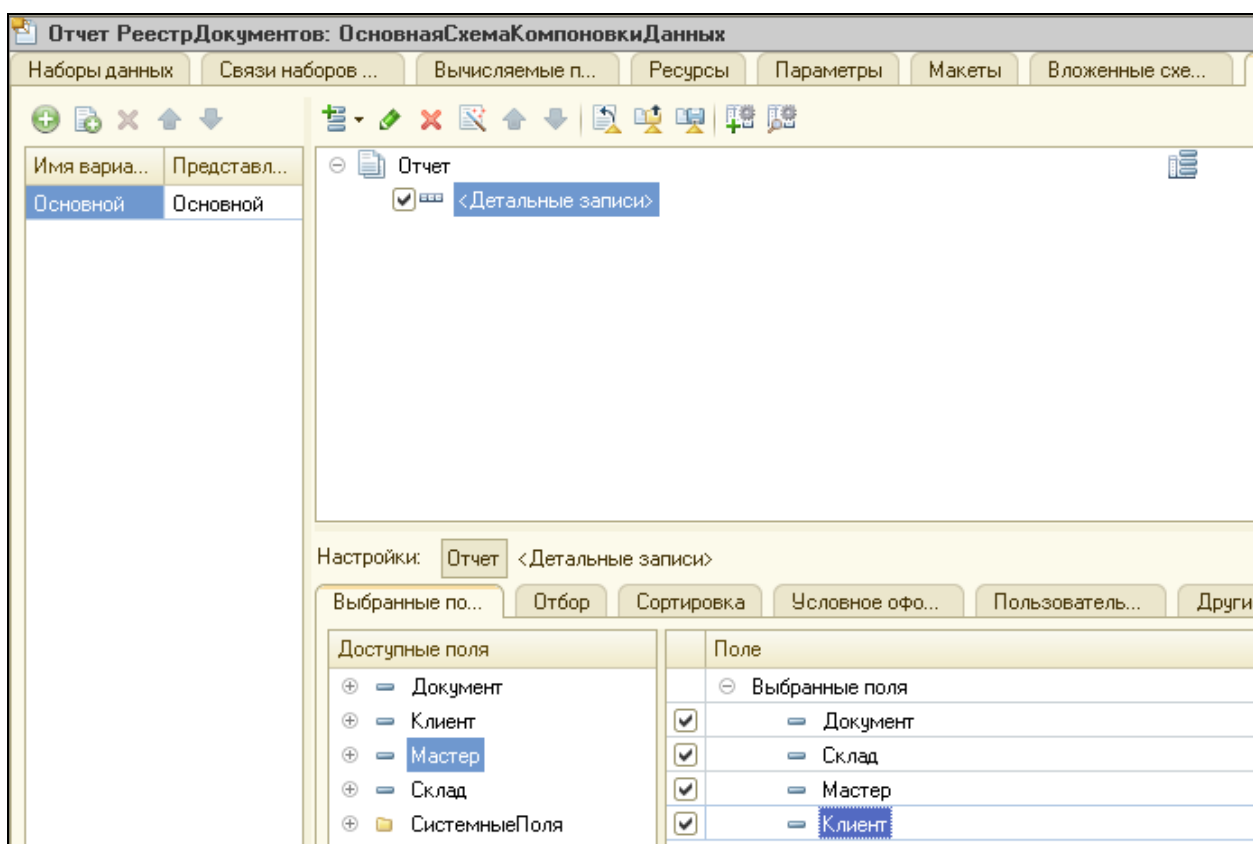

Рисунок 4.12 Выбор полей в отчете
11. На закладке **Выбранные поля** перенести мышью из списка поля, которые будут выводиться в отчет (рис.4.12).